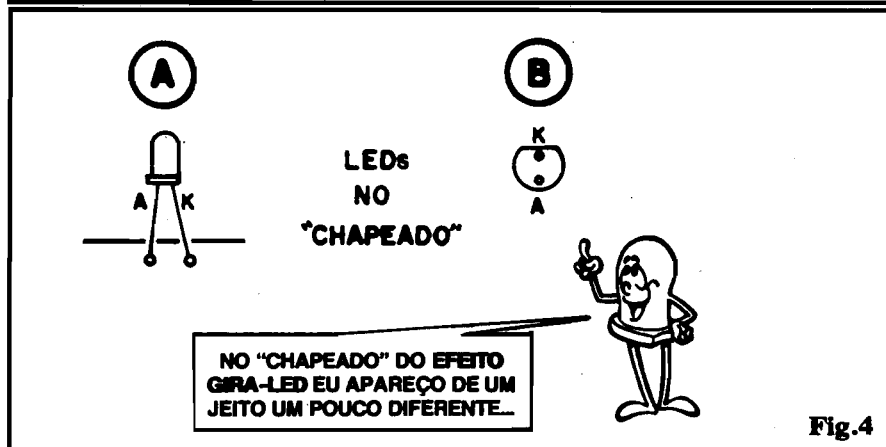

Fig.4
- FIG. 4 - A REPRESENTAÇÃO "ESPECIAL", ADOTADA PARA OS LEDs, NO "CHAPEADO" - Normalmente, nos "chapeados" do ABC (vista real das peças, sobre a face não cobreada do Impresso), os LEDs são estilizados conforme vemos no item A da figura, quase que em sua aparência "verdadeira", uma vez que frequentemente tais componentes estão agregados à placa, porém "fora dela", ligados junto às bordas, a ilhas periféricas, ou mesmo a pedaços de fio fino que fazem a "ponte" entre componente/placa... A especial configuração de lay out e de display do EFEITO "GIRA-LED", contudo, obriga-nos a usar uma estilização alternativa, de modo a não causar confusões visuais no "chapeado"... Assim, excepcionalmente, os LEDs aparecem conforme esquematizado em 4-B, na forma de um pequeno círculo "chanfrado",